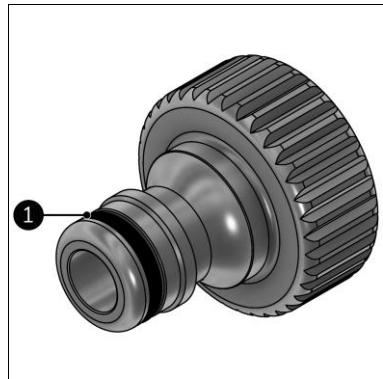

Figure 19
- Passez de la vaseline sur le joint torique du raccord du tuyau de jardin (figure 19, pos. 1).